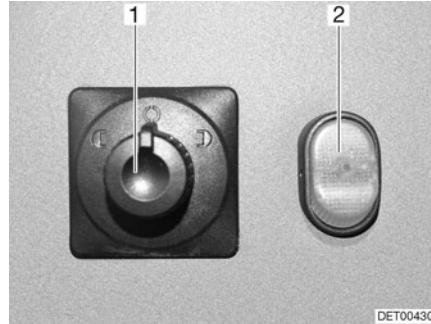

Fig. 19 Conmutadores para los retrovisores exteriores ajustables eléctricamente y la calefacción de los retrovisores
- Seleccionar el retrovisor que se desea ajustar. Para esto, girar el interruptor giratorio (Fig. 19,1) hacia la izquierda o hacia la derecha.
- Ajustar el retrovisor presionando el interruptor (Fig. 19,1) en la dirección correspondiente.
- Pulsar el interruptor (Fig. 19,2). La luz de control en el interruptor indica el funcionamiento.